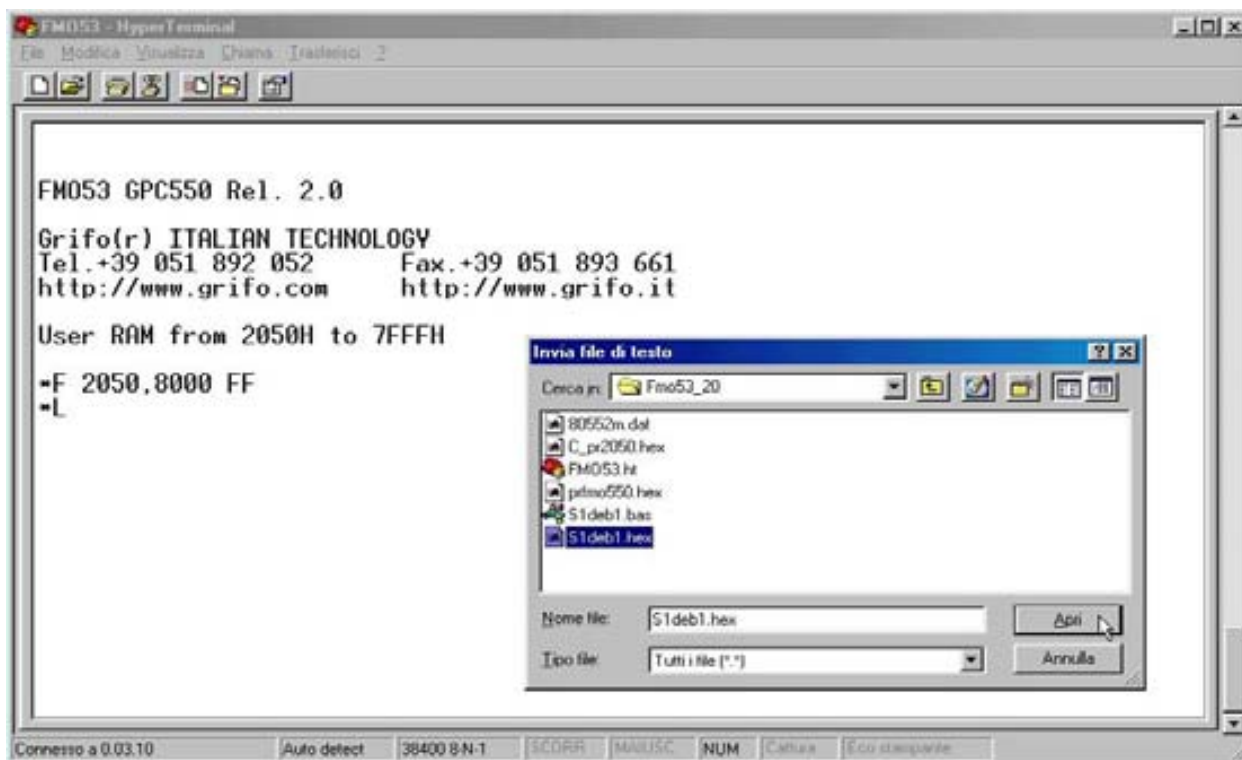

FIGURA 23: SCARICAMENTO FILE CON HYPERTERMINAL (2 DI 2)
- 7) Attivare lo scaricamento del file HEX Intel che deve essere salvato su uno dei dischi del PC di sviluppo, con la voce *Trasferisci / Invia file di testo...*. La finestra che appare (vedere figura 23) permette di cercare il file desiderato su tutti i dischi del PC, di selezionarlo e di confermarlo premendo *INVIO* od *OK*.